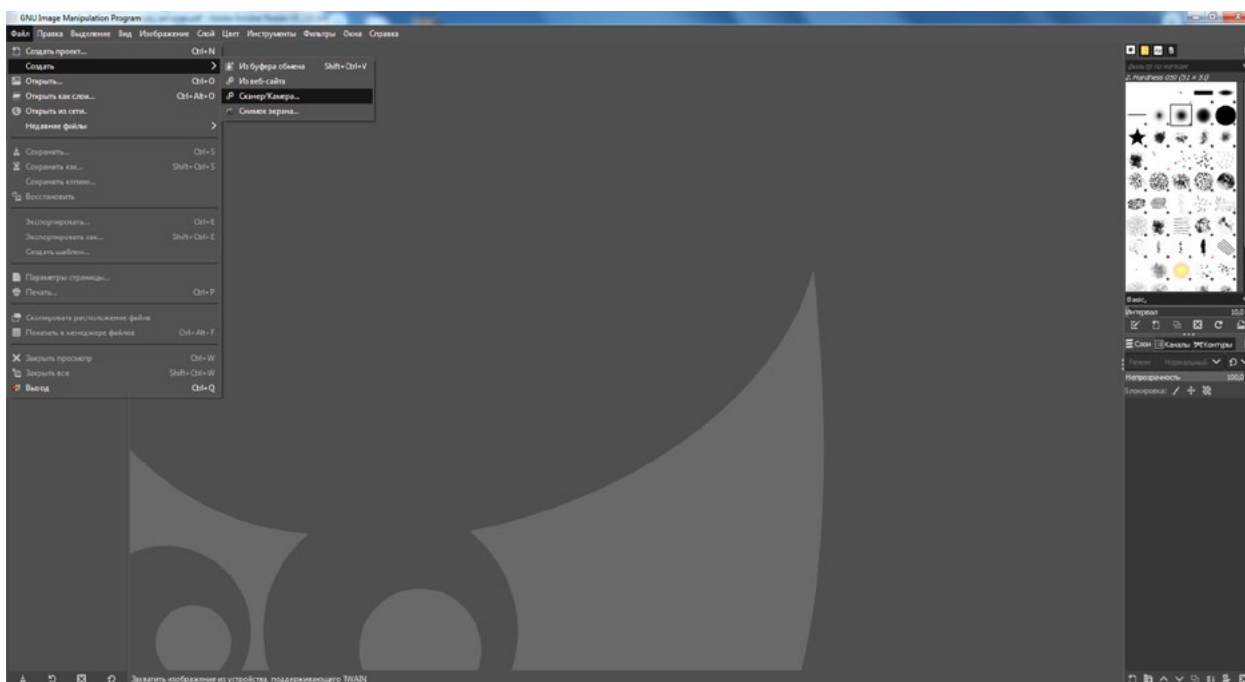

Рис. 1. Выбор команды Файл/Создать/Сканер/Камера
- 2.3. Выбрать команду **Файл/Создать/Сканер/Камера** (рис. 1).